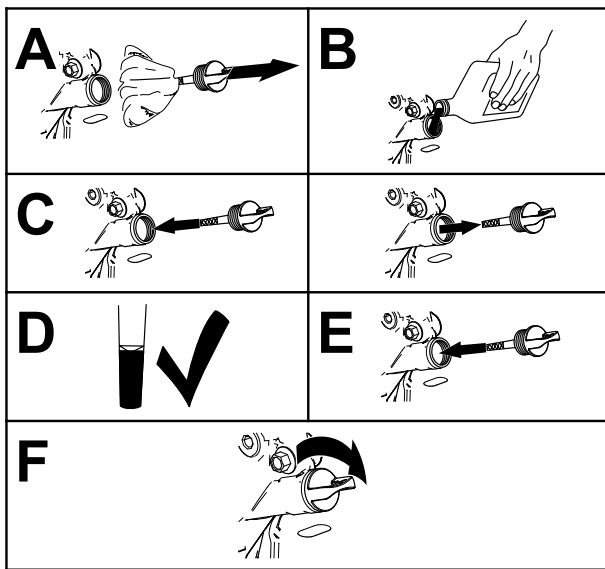

Figura 37
- Vierta lentamente un 80% aproximadamente del aceite especificado por el tubo de llenado, luego añada lentamente el resto del aceite hasta que llegue a la marca **Full** (Figura 37).